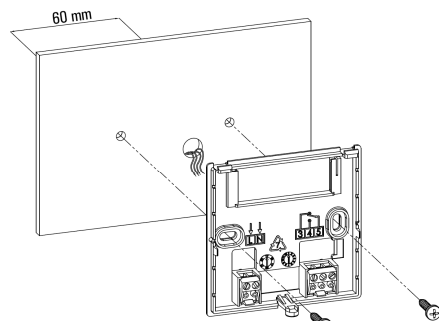

Fig. 4
- 3 Fissare la base direttamente sulla parete o su scatole di derivazione da 2 moduli tramite le due sedi per viti con interasse 60 mm facendo attenzione a fare passare i cavi nella feritoia come indicato in Fig. 4.